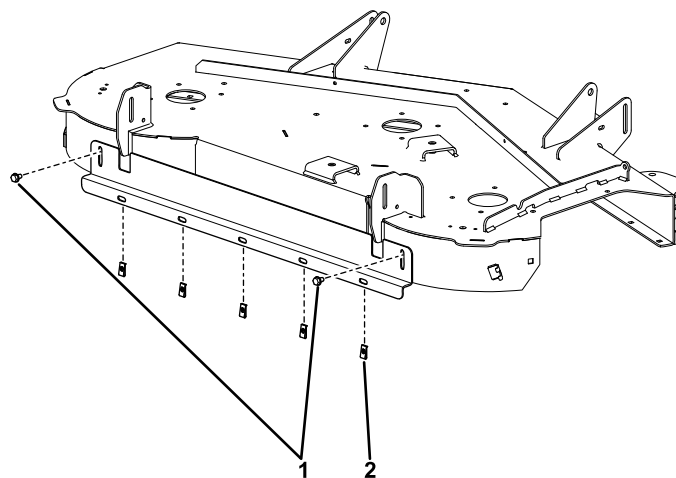

Figure 10
6. Placez 5 écrous rapides dans les trous libres du support (Figure 10).